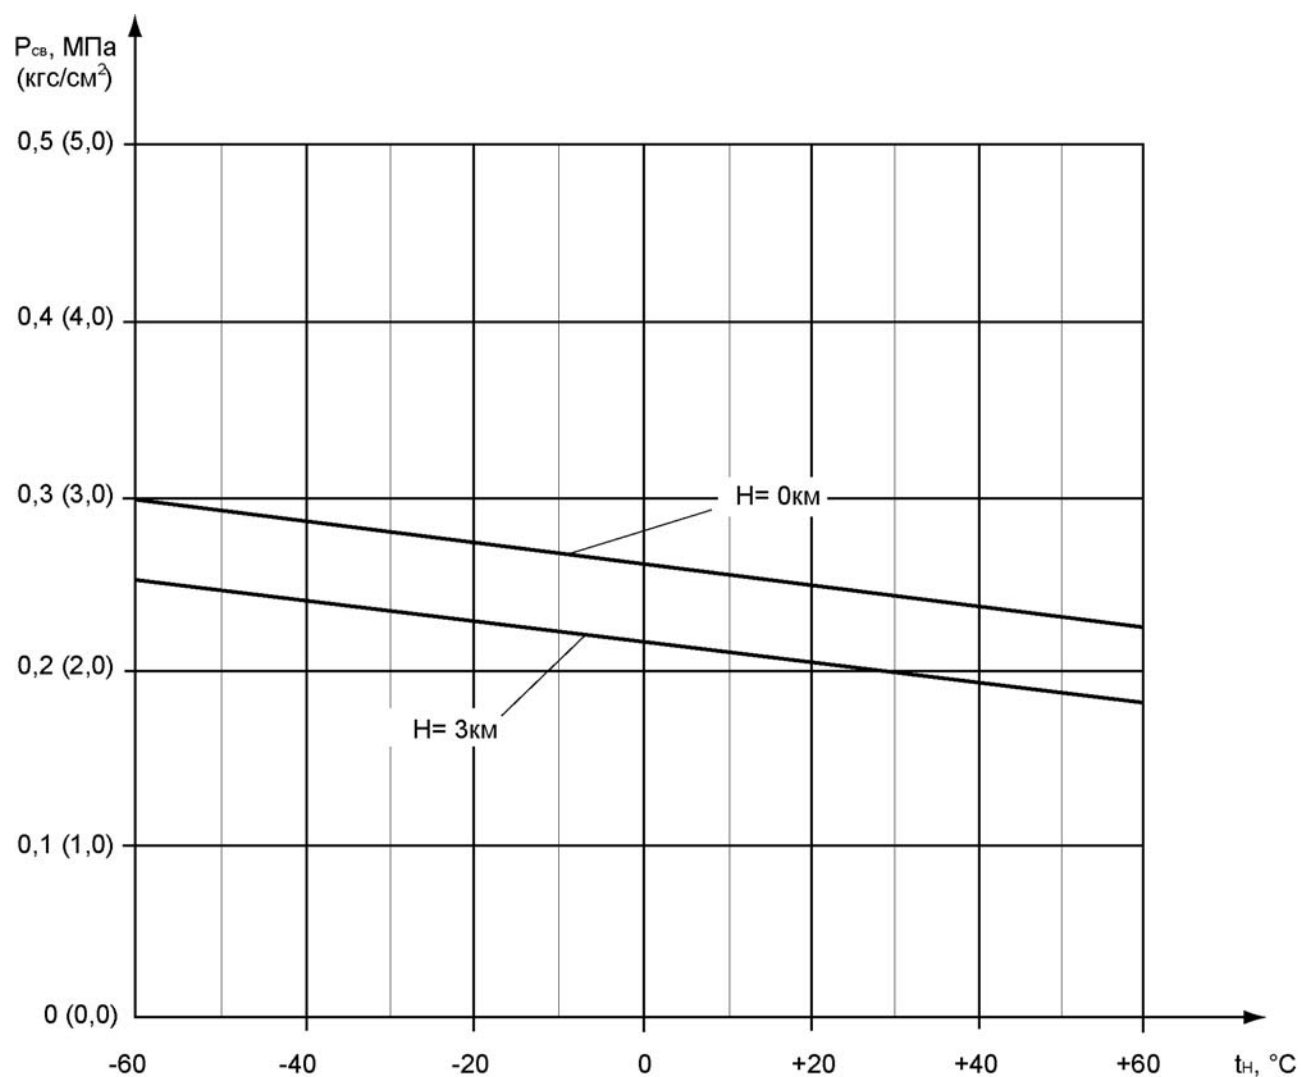

Рис. 5 Минимальные рекомендуемые давления воздуха на входе в воздушный стартер в процессе запуска двигателя на земле
- На кадре экрана МФИ 2 в процессе запуска следить за давлением воздуха перед стартером (не более 5 кгс/см^2 и не менее минимально допустимого значения по графику (Рис. 5). При этом на экране МФИ 2 индикация P_B должна быть зеленого цвета. Температура газа за ТНД — начнет расти через 21–28 с с начала запуска.